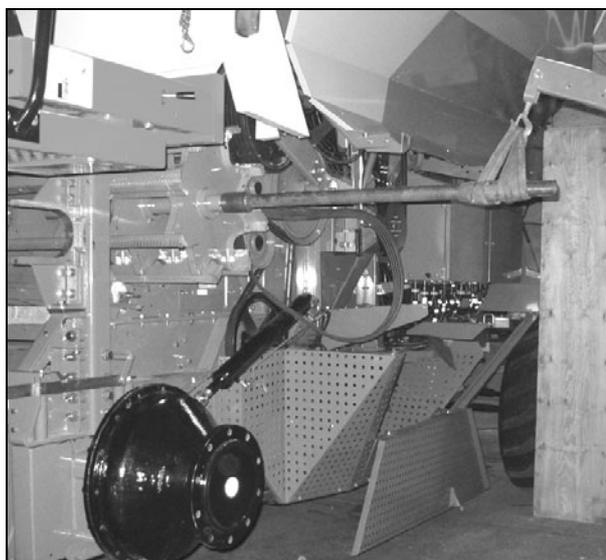

Рисунок 19
**Примечание:** Наденьте трубу подходящего диаметра на оба конца вала. Зафиксируйте трубу при помощи остроконечного винта (Рис. 19).